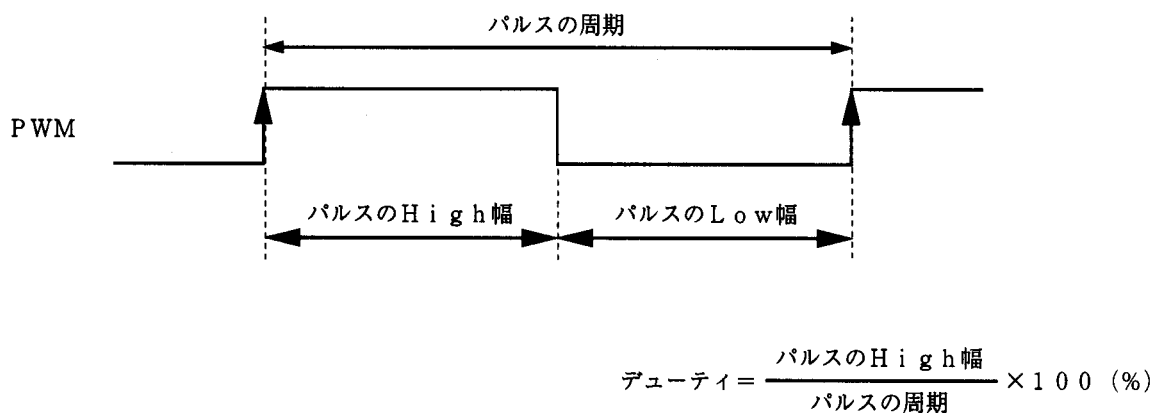

図1 PWM出力タイミング
- (1) 図1に示すように、デューティ及び周期を変化できるパルスを出力します。
- (2) 20MHzで動作時、出力するパルスの周期は0.1μsから3.2msの間で任意に設定できます。